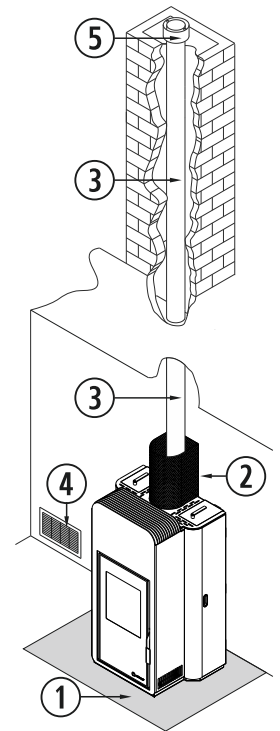

Figura 8
- Installando la fuoriuscita di gas in un camino rustico, si raccomanda di utilizzare tubi metallici, per evitare crepe, asperità, variazioni del tratto, etc. Un camino già esistente, dovrà essere pulito completamente prima di eseguire l'installazione. Il tubo, dovrà superare l'altezza del camino rustico e fuori uscire qualche centimetro nella parte superiore. Nella parte superiore del camino, si dovrà collocare una guarnizione di tenuta e una scossalina, come indicato nella *figura 8*. In alcuni casi, la geometria del camino rustico esistente, rende impossibile l'utilizzo di tubi rigidi, in questi casi eccezionali, la normativa permette l'uso di condotti flessibili, che saranno di superficie liscia per evitare perdite di pressione a causa dell'attrito ed evitando di cambiare la direzione negli angoli superiori a 45°.
①	Protezione non infiammabile.
②	Protezione tubo
③	Tubi a doppia parete
④	Entrata d'aria.
⑤	Cappuccio anti-vento.